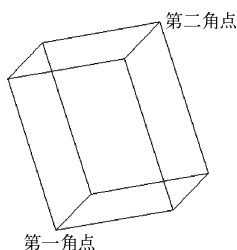

图 12-1 角点命令方式
- 指定其他角点: 输入另一角点的数值, 即可确定该长方体。如果输入的是正值, 则沿着当前 UCS 的 X、Y 和 Z 轴的正向绘制长度。如果输入的是负值, 则沿着 X、Y 和 Z 轴的负向绘制长度。图 12-1 所示为使用相对坐标绘制的长方体。